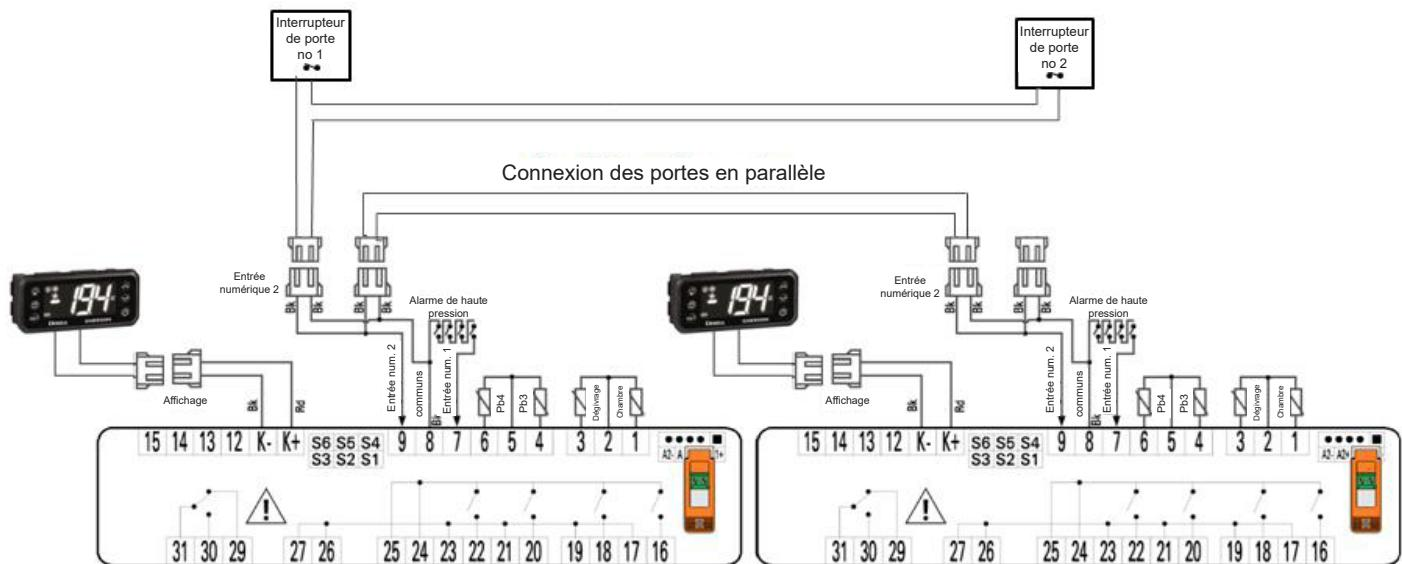

Figure 19 – Connexion en série de l'interrupteur de porte
L'interrupteur de porte peut être connecté à l'entrée numérique 2. Deux prises JST XMR-02V parallèles sont disponibles pour plus de commodité (voir Figure 18). Utilisez un contact sec (I/O) sur l'interrupteur de porte comme signal dans le premier appareil, puis interconnectez les autres appareils avec une prise parallèle et un câblage de calibre approprié (fourni avec l'appareil monobloc). Si deux portes ou plus sont disponibles, connectez les portes en série. Voir l'option de connexion d'alarme d'interrupteur de porte ci-dessous (Figure 19). Quand aucun interrupteur de porte n'est utilisé, l'entrée numérique (2) doit être changée de « dor » à « nu » dans le paramètre « i2F ».